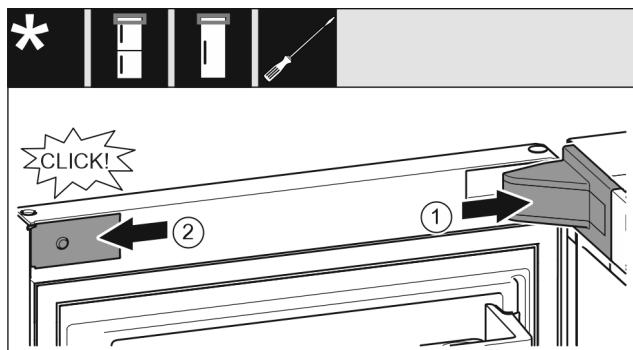

Fig. 20
- Крышку опорного кронштейна установите и зафиксируйте, при необходимости осторожно разожмите. Fig. 20 (1)
- Установите накладку сбоку и зафиксируйте. Fig. 20 (2)